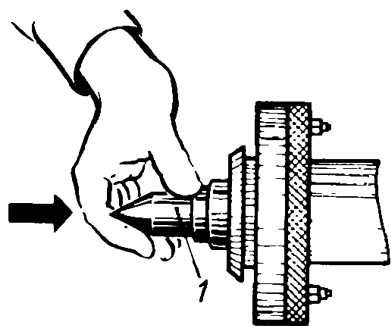

Рис. 2
2. Установить передний центр и проверить его на радиальное биение. Взять передний центр 1 в правую руку (рис. 2), предварительно ввести его коническим хвостовиком в отверстие шпинделя передней бабки и резким движением вставить в отверстие. Включить механизм шпинделя на прямое вращение и проверить центр на радиальное биение по индикатору. Если центр имеет биение, то его следует заменить или проточить.